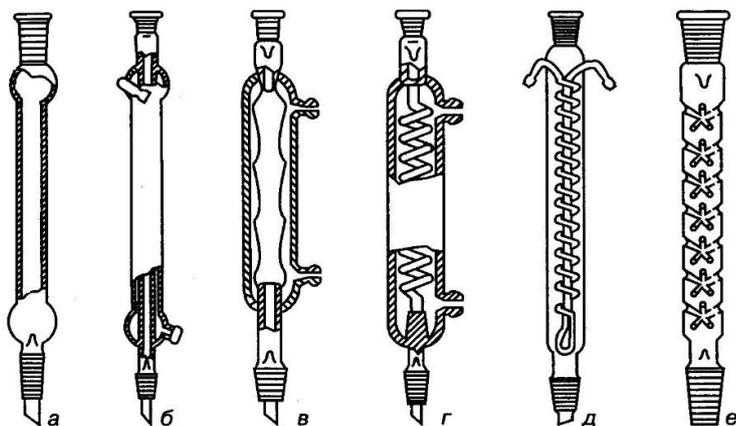

Рис. 10. Холодильники и дефлегматор: а) воздушный, б) с прямой трубкой (Либиха), в) шариковый, г) спиральный, д) Димрота, е) дефлегматор
*Холодильники* (рис. 10) применяют для охлаждения и конденсации паров. *Воздушные холодильники* используют при кипячении и перегонки высококипящих ( $t_{\text{кип}} > 160^{\circ}\text{C}$ ) жидкостей, охлаждающим агентом служит окружающий воздух. *Холодильники с водяным охлаждением* отличаются от воздушных наличием водяной рубашки (охлаждающий агент – вода). Водяное